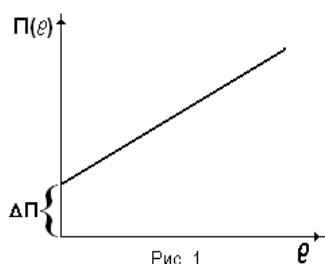

Рис. 1.
8. Закономерности изменения технического состояния механизмов машины (рис. 1,2,3) описываются математически функцией  $\Pi(t) = Vcl\alpha + Z(t) + \Delta\Pi$